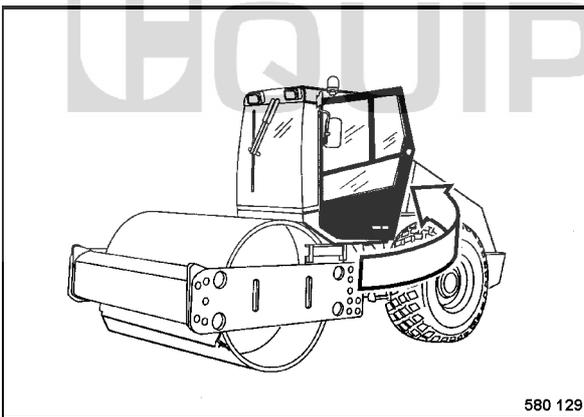

fig. 50
- Fermer la porte de la cabine (fig. 50).